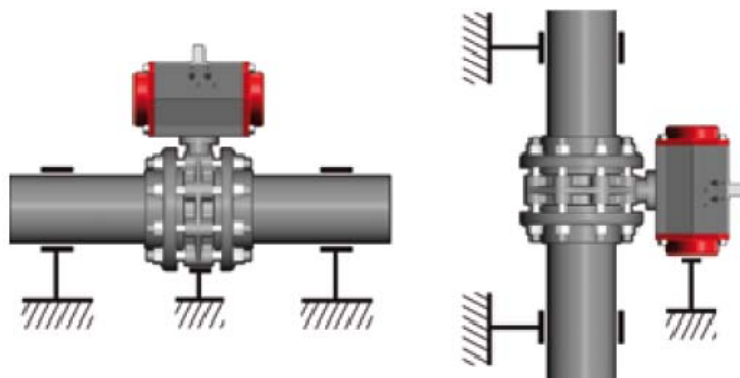

Fig. 1
- Zawory z siłownikami powinny być zamontowane odpowiednio jak na rysunku (fig. 1).